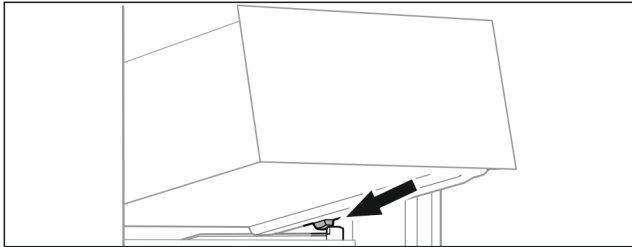

Fig. 64
- ▶ Schubfach schräg hinter den Stopperrahmen auf Behälterterrippe aufsetzen. (siehe Fig. 64)